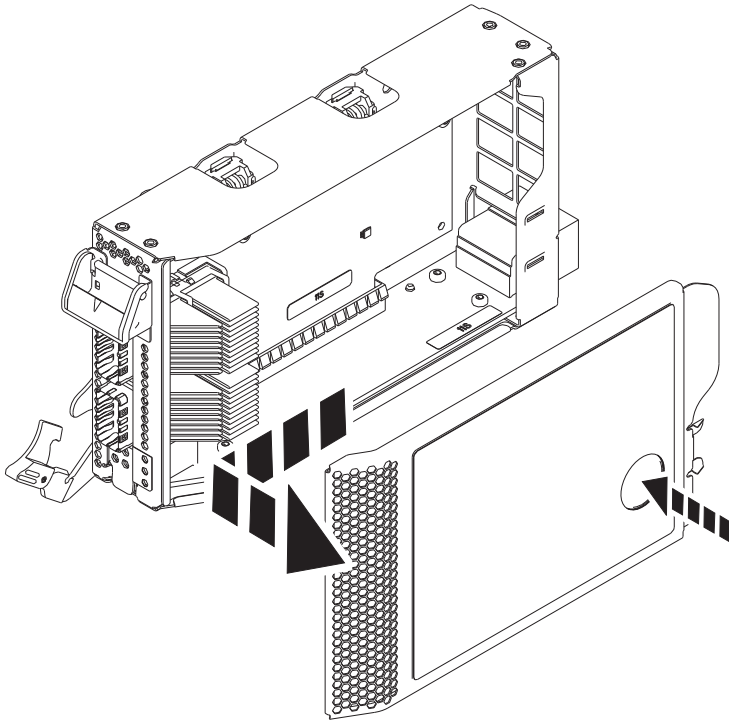

Figure 15. Retrait du couvercle de la cassette de cartes PCIe
- a. Appuyez sur le bouton de couleur ocre sur le couvercle de la cassette, comme illustré dans la figure 15, à la page 16, pour dégager le couvercle de la cassette.